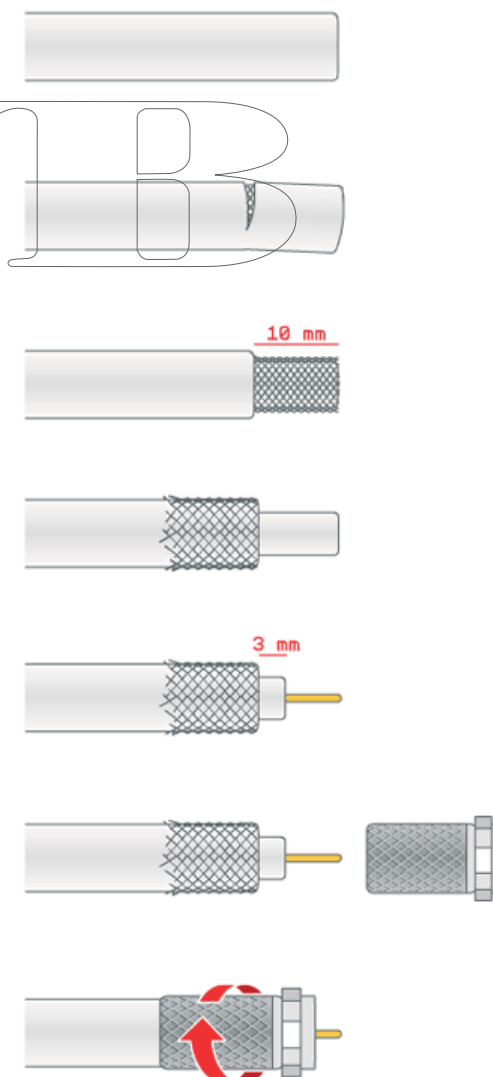

Fig. 14
14. Dans le cas où il est nécessaire de raccourcir le câble, se référer aux instructions données en Fig. 14.